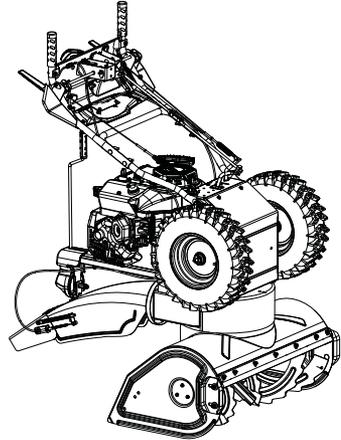

Abbildung 16
Siehe Abbildung 16.
1. Das Gerät in die Wartungsstellung bringen. Siehe Abbildung 16.